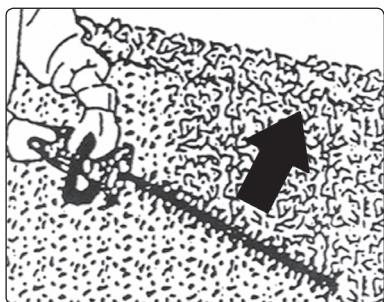

Abb. 7
► Beginnen Sie mit dem Schneiden der Hecke durch gleichmäßige angemessene Bewegungen von unten nach oben, siehe Abb.7.